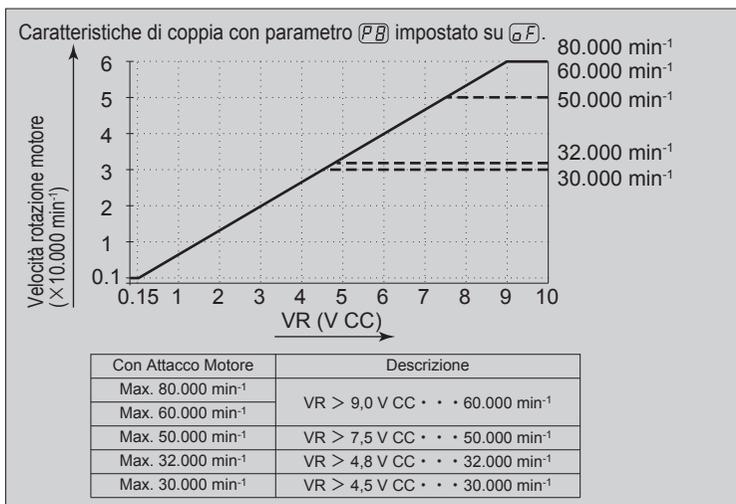
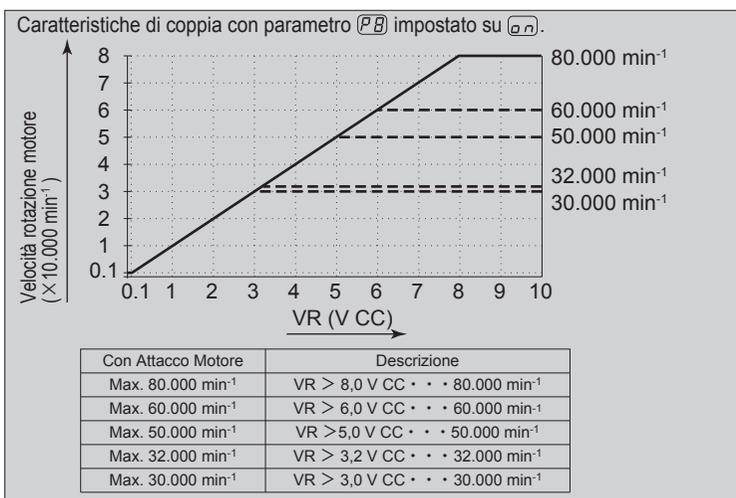

Fig. 43
Fig. 44
- La Fig. 43 mostra le caratteristiche di VR e di velocità di rotazione con il parametro **P B** impostato su **OFF**. La Fig. 44 mostra le caratteristiche di VR e di velocità di rotazione con il parametro **P B** impostato su **ON**.